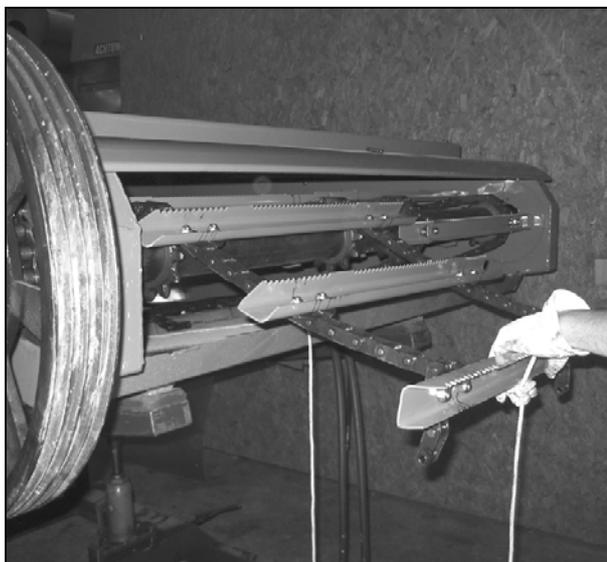

Рисунок 13
Примечание: Для облегчения установки цепи привяжите веревку к двум планкам элеватора перед тем, как вытащить цепь (Рис. 13).
- Снимите цепь со звездочек. Для снятия цепи с переднего вала (Рис. 13) одновременно вращайте шкив ременной передачи и тяните за веревку.